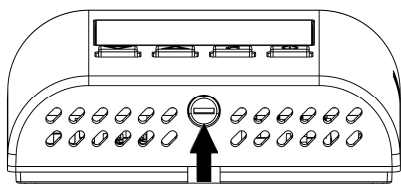

Fig. 2
- 1 Skub, med hjælp fra en skruetrækker, plastikfligen i rillen i bunden for at løfte dækslet en smule (Fig. 2).